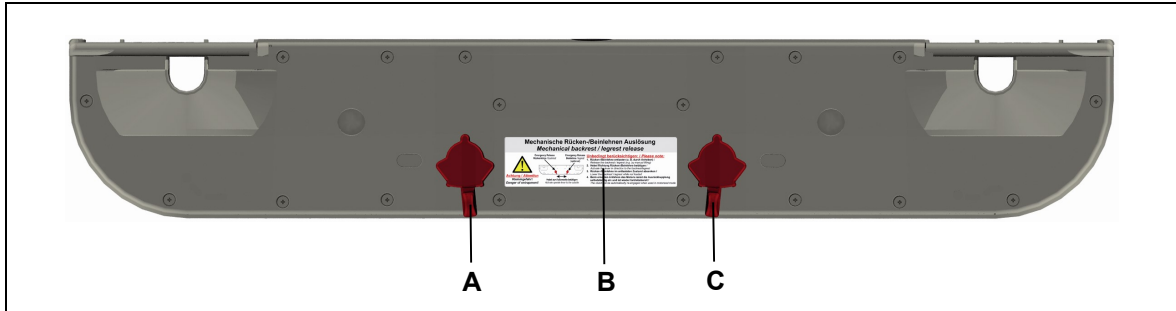

Abbildung 15 Rückseite des Doppelantriebs DUOMAT 7 mit mechanischer Rückstellfunktion
- Beachten Sie die Hinweise auf dem Aufkleber auf der Rückseite des Doppelantriebs (siehe Abbildung 15).